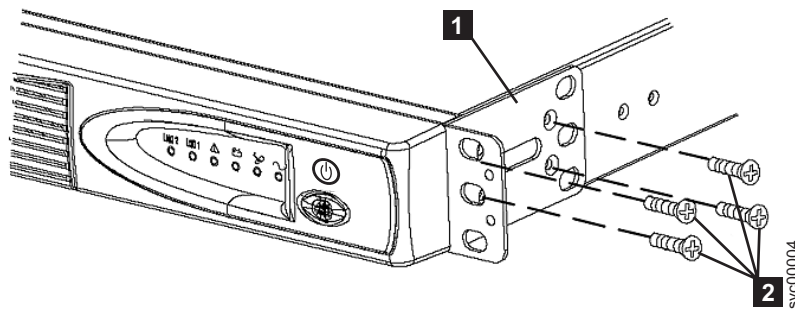

図 15. 2145 UPS-1U 用サポート・レールのラックへの取り付け
3. 図 15 に示されるように、取り付けブラケットごとに 4 つの M3 × 6 ねじ **2** を使用して、取り付けブラケット **1** の長い側を 2145 UPS-1U の各側面に取り付けます。